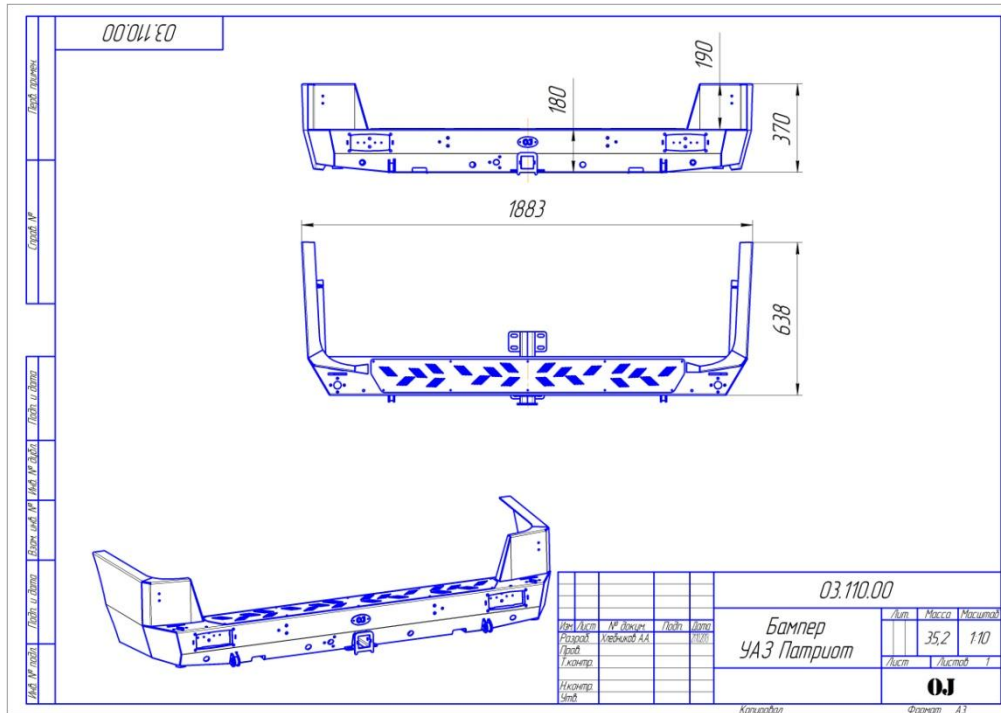

Рис. 3 Габаритный чертёж
14. Выровнять бампер относительно кузова в вертикальной плоскости, равномерно распределив зазоры. Это достигается путем смещения кронштейнов боковых "Г" относительно рамы вверх-вниз, поворотом кронштейнов рамы "Б" (рис. 3), смещением бампера относительно пазов 8, 9, 10, 11 кронштейна центрального "В".